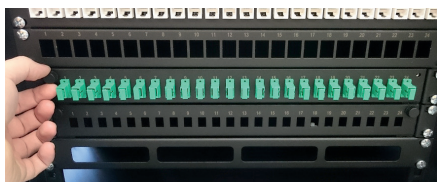

imagen 11 / figure 11
Inserte la bandeja en el Rack (generando cierto ángulo para que entre). Introdúzcala hasta el fondo, con precaución (evitando así poder dañar alguna de las fibras accidentalmente). Inserte los dos tornillos que permiten bloquear la bandeja extraíble (imagen 11).
*Insert the tray into the Rack (slight angle may be needed to insert the tray). Push it to the bottom, with caution (avoiding any damage to the fibers). Insert the two screws that allow you to lock the removable tray (figure 11).*